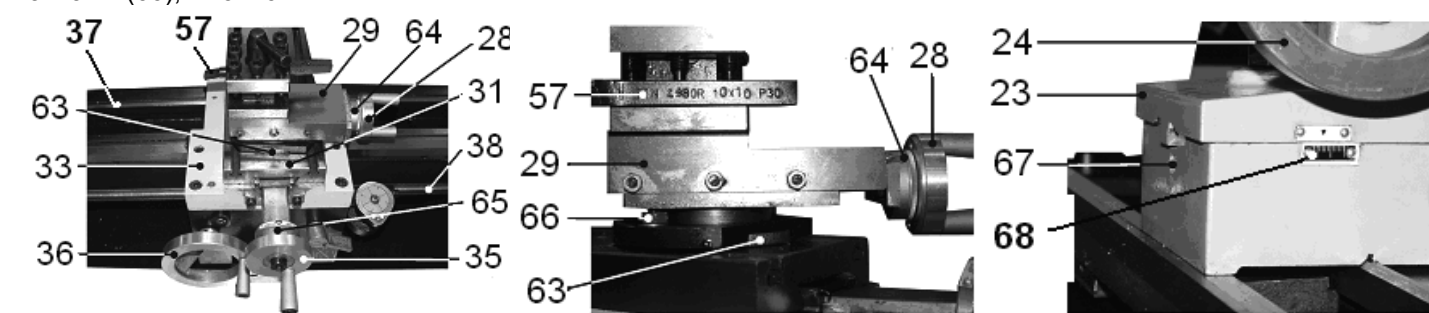

Рис. 15
10.3. Точение (Рис. 15)
10.3.1. Установка и подача резца (57) в продольном направлении станины (37) станка, Рис. 15, производится вращением маховика (36) ручной подачи каретки (33), Рис. 15.
10.3.2. Точная установка и подача резца (57) в продольном направлении производится маховиком подачи (28) поворотного суппорта (29), установленного параллельно ходовому винту (38) подачи каретки (33), что соответствует совмещению метки на поперечном суппорте (31) и нулевой отметки шкалы (63) поворотного суппорта (29), Рис. 15.
10.3.3. Расстояние прохождения резца (57) контролируется по шкале лимба (64), (1 деление = 0,025 мм), Рис. 15.
10.3.4. Установка и подача резца (57) в поперечном направлении (установка глубины точения, торцевое точение) производится вращением маховика (35) подачи поперечного суппорта (31), Рис. 15.
10.3.5. Глубина подачи резца (57) в поперечном направлении контролируется по шкале лимба (65), при этом, глубина точения за один проход не должна превышать 0,3 мм (1 деление лимба = 0,025 мм), Рис. 15.
10.3.9. Обнуление лимбов (64, 65) поперечного и поворотного суппортов (31, 29) производится вращением от руки соответствующего лимба до совмещения рисок нулевых отметок, Рис. 15.